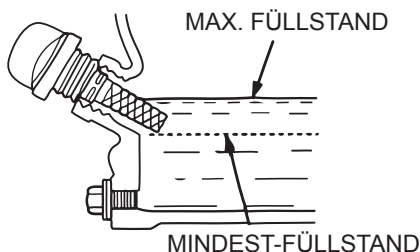

Abbildung 5. Motorölmessstab (Ölstand)
4. Bei niedrigem Ölstand (Abb. 5) die empfohlene Ölsorte (Tabelle 4) bis zur Kante der Öleinlassbohrung einfüllen. Das maximale Ölvolumen beträgt 1,1 Liter.